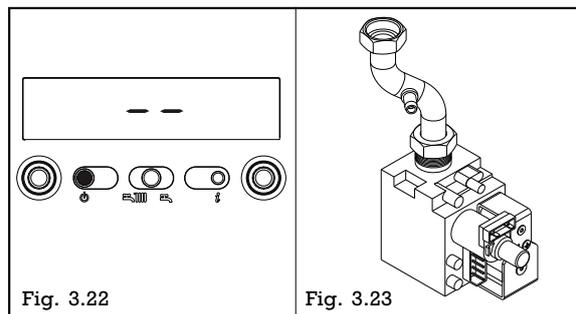

Fig. 3.24
- Retirer le capuchon plastique de la bobine de modulation de la vanne gaz (fig. 3.24).